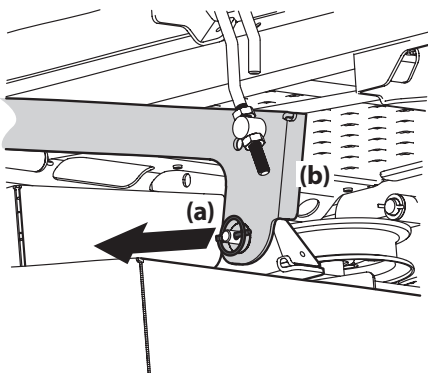

Figure 4-16
6. Repérez la goupille de déverrouillage (a) placée sur chaque côté du plateau de coupe. Retirez les goupilles de déverrouillage (a) pour dégager les deux bras de relevage (b) du plateau de coupe. Voir Figure 4-16.
5. Retirez les goupilles de déverrouillage et placez le plateau de coupe de façon à aligner les trous sur les bras de relevage avec les goupilles. Voir Figure 4-16.